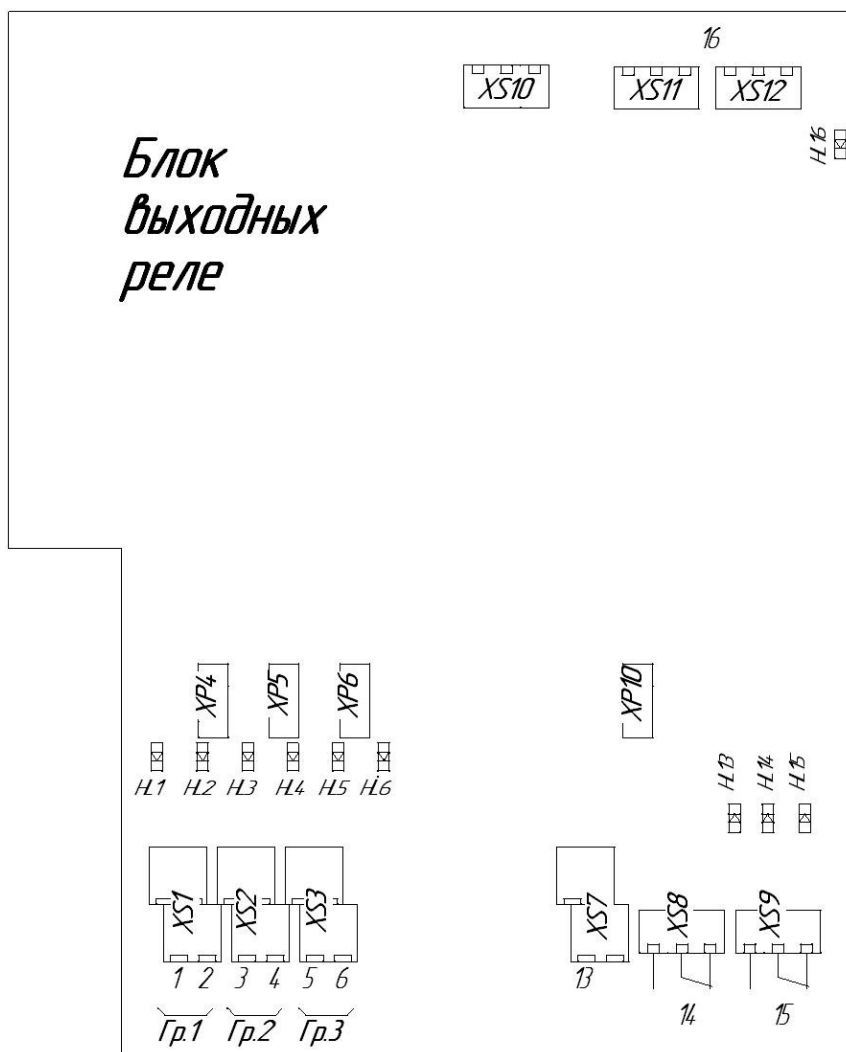

Рисунок 3.6. Блок выходных реле «БУНС-Н6»
3.7 На плате блока выходных реле (А5) установлены (см. рисунок 3.6):
4.1.3 Технологические органы индикации расположены на плате блока выходных реле (см. рисунок 3.6) и представляют собой малогабаритные светодиоды HL1-HL6, HL13-HL16. Каждый светодиод индицирует управляющий сигнал на соответствующем выходе: HL1 – на выходе 1, HL2 – на выходе 2 и т.д.
БУНС имеет 7 потенциальных выходов нагрузочной способностью $=24$ В, 100 мА с контролем исправности цепи. Каждый выход – пара полярных клемм на плате блока выходных реле (см. рисунок 3.6). Выходные сигналы 1 – 6 предназначены для управления шкафами ШУ и ШУ-Р, сигнал 13 – для управления технологическим оборудованием согласно проекту.